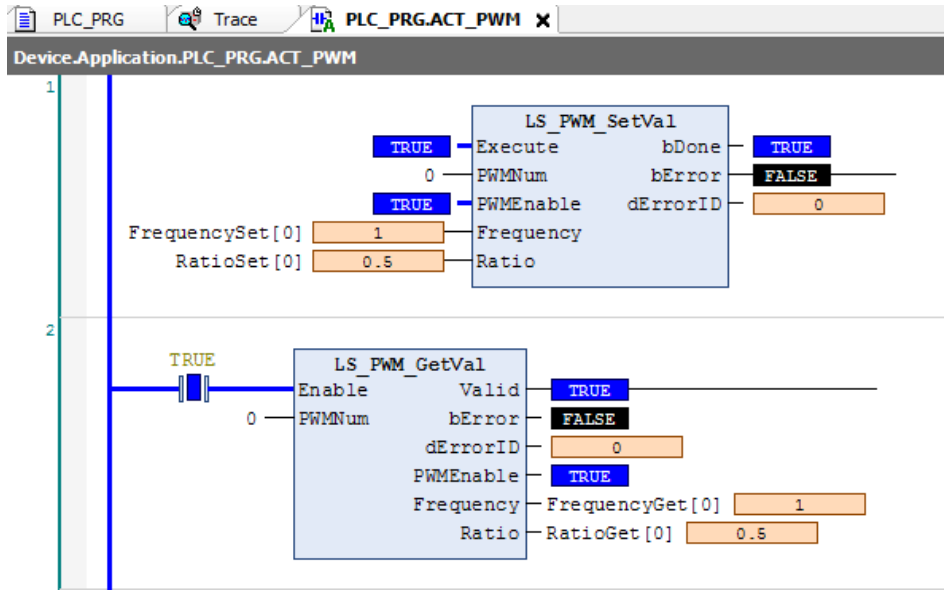

图 9.57 PWM 模块
- (1) 新建工程并命名 PWM，编程语言为结构化文本 ST。
- (2) 右击 PLC\_PRG 主程序，选择“添加对象”-“动作”，命名 ACT\_PD606\_IO\_Cmd，负责硬件 IO 处理模块，编程语言为梯形图 LD，在设备栏双击 ACT\_PD606\_IO\_Cmd 进入程序编辑区，添加 PD606\_IO\_Cmd 模块并在指令中填上对应的轴号（注意轴号名字必须和设备栏中 SoftMotion General Axis Pool 下的一致）。
- (3) 按照步骤 2 的方法依次添加 PWM0、PWM1 并填写相应的参数，如图 9.57 所示。
- (4) 在主程序中调用上述模块完成编程，编译、下载程序到控制器执行。